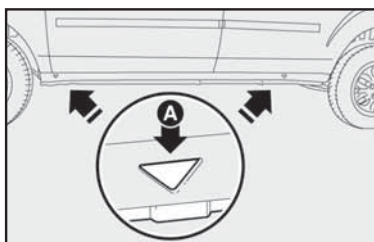
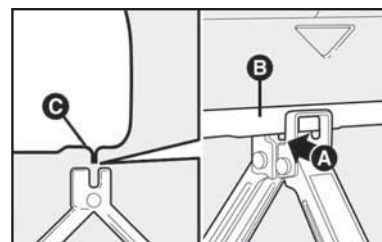
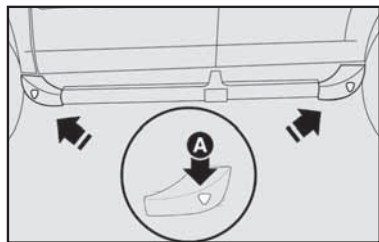

fig. 11
fig. 12
fig. 13
4) Colocar o macaco onde está marcado o símbolo **O A-fig. 11**, perto da roda a substituir, e certificar-se de que a ranhura **A-fig. 12** do macaco esteja bem encaixada na longarina **C**.
Articular o encaixe superior do macaco, posicionando sua ranhura A-fig. 12 no encaixe da longarina C-fig. 12, na região indicada pelo símbolo A-fig. 13, com uma pequena inclinação. Esta operação deve ser feita com cuidado para que o macaco não toque no revestimento plástico do estribo lateral, o que poderia danificá-lo.